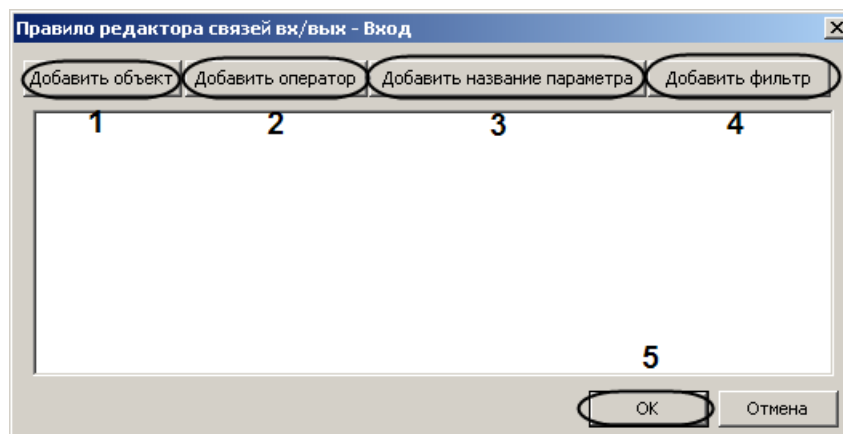

Рис. 3.6—19 Задание правой части правила
Откроется окно **Правило редактора связей vx/вых – Вход** (Рис. 3.6—19).
- 4.1 Добавить объект правой части правила. Для этого необходимо нажать кнопку **Добавить объект** (см. Рис. 3.6—19, 1).